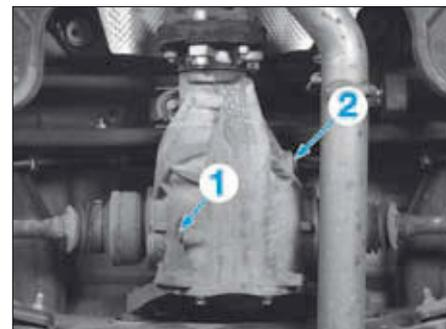

FIG. 5
- Déposer le bouchon de vidange (1) (Fig.5).